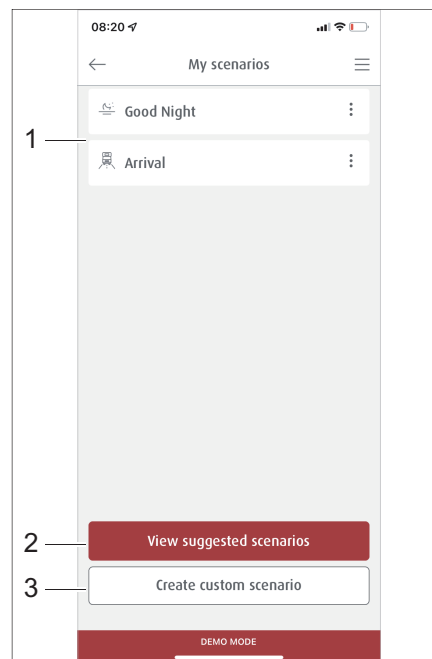

Bild 282 Administrera scenarior
I området *Scenarior* listas alla sparade scenarior (Bild 282,1). Färdiga scenarior (Bild 282,2) kan visas och nya skapas (Bild 282,3).
- På menyn *Scenarior* klickar du på knappen *Visa färdiga scenarior* (Bild 282,2) tippem.
Knapparna för de valda scenarierna är inramade i rött och finns med i listan på menyn *Mina scenarior* (Bild 282,1).